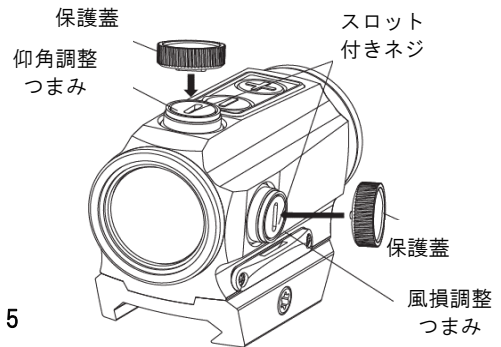

図5
1. サイトの上に仰角調整ターレットがあり、風損調整ターレットは右側にあります(図5参照)。サイトは工場出荷時に、ほぼゼロに調整されています。
2. 保護キャップ上の内蔵ねじ回しツールはゼロ調整に使用できません(図5参照)。キャップ内側のラベルを参照してください。